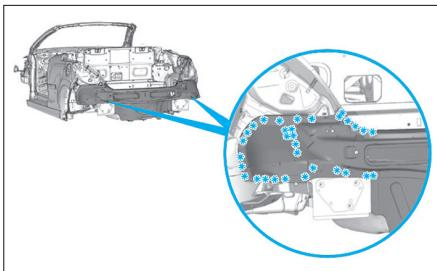
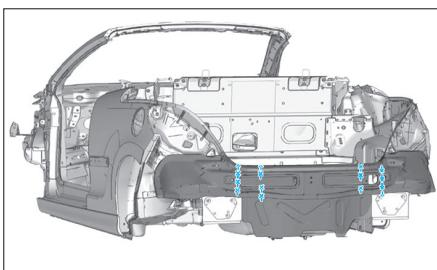

FIG. 87
FIG. 88
- Dépointer (Fig.87) et découper (Fig.88) la jupe AR.